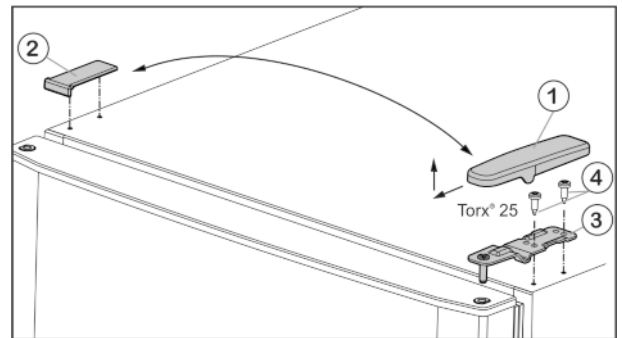

Fig. 5
- ▶ Estrarre la copertura Fig. 5 (1) tirandola in avanti e verso l'alto.
- ▶ Staccare la copertura Fig. 5 (2).
- ▶ Svitare il blocco di supporto superiore Fig. 5 (3) (2 x Torx® 25) Fig. 5 (4) ed estrarre tirando verso l'alto.
- ▶ Inserire il blocco di supporto superiore Fig. 5 (3) sul nuovo lato della cerniera nella porta.
- ▶ Avvitare il cuscinetto di supporto superiore **saldamente (con 4 Nm)** (2 giri con chiave Torx® 25) Fig. 5 (4). Eventualmente utilizzare un avvitatore a batteria.
- ▶ Applicare il coperchio Fig. 5 (1) sul lato opposto dall'esterno e bloccarlo.
- ▶ Applicare il coperchio Fig. 5 (2) sul lato opposto dall'alto e bloccarlo.